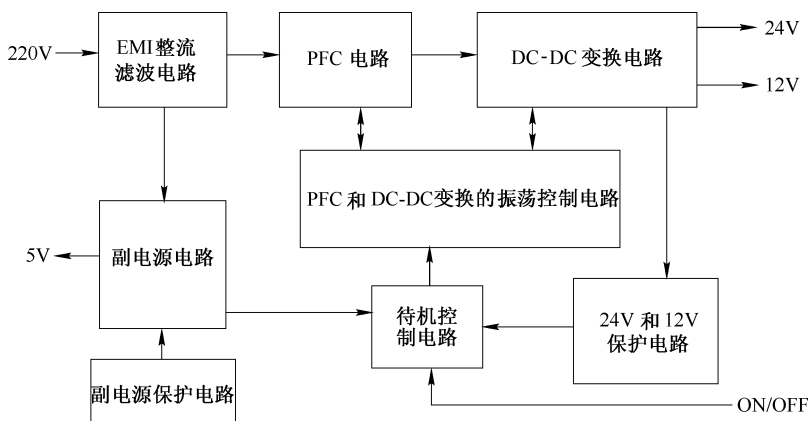

图 4-2 液晶彩电电源供电电路组成与电压流程
11) 电源供电电路: 一是将 AC220V 市电转换为 5V 待机电压或 12V、24V 等供电电压, 送到液晶彩电各个单元电路; 二是对电源接口输入的 5V、12V 和 24V 直流电进行 DC-AC 变换后, 提供系统需要的各种不同的电压。常见的电源电路组成和电压流程如图 4-2 所示。